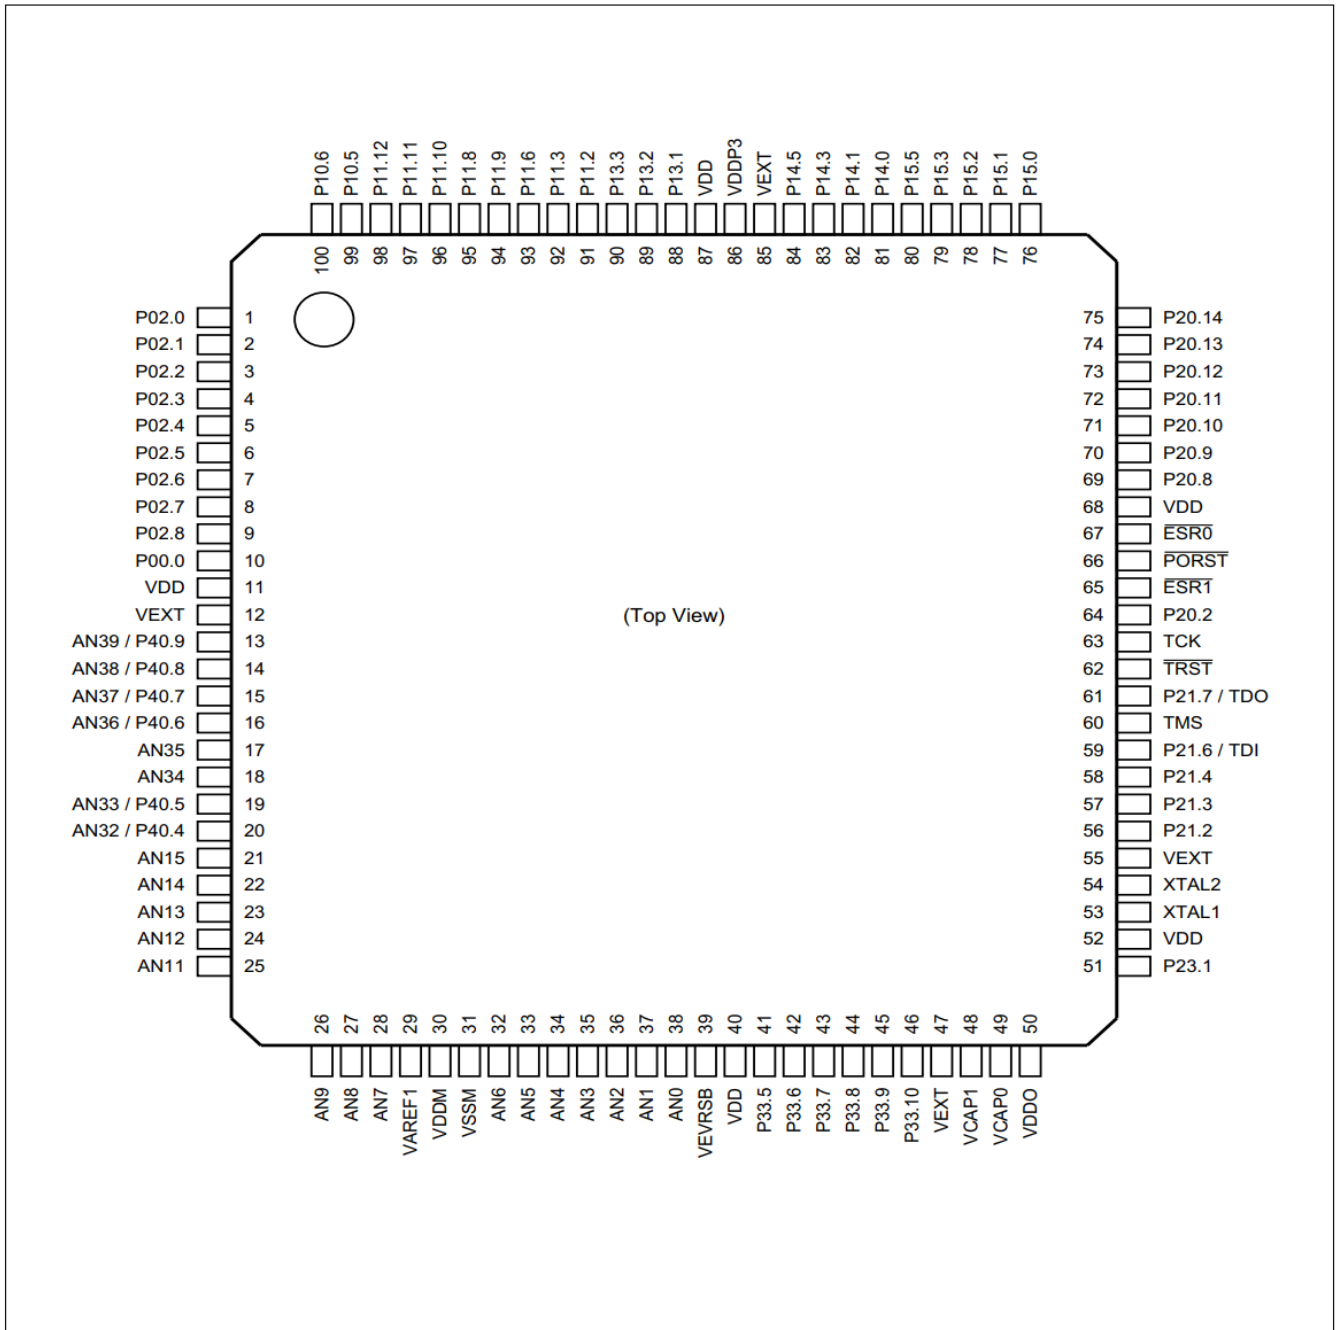

图 2-4 用于特性封装 L和 LP的 TQFP-100 封装变体的 TC33x/TC32x 逻辑符号
- TQFP-100 适用于特性封装 L 和 LP (图 2-4)